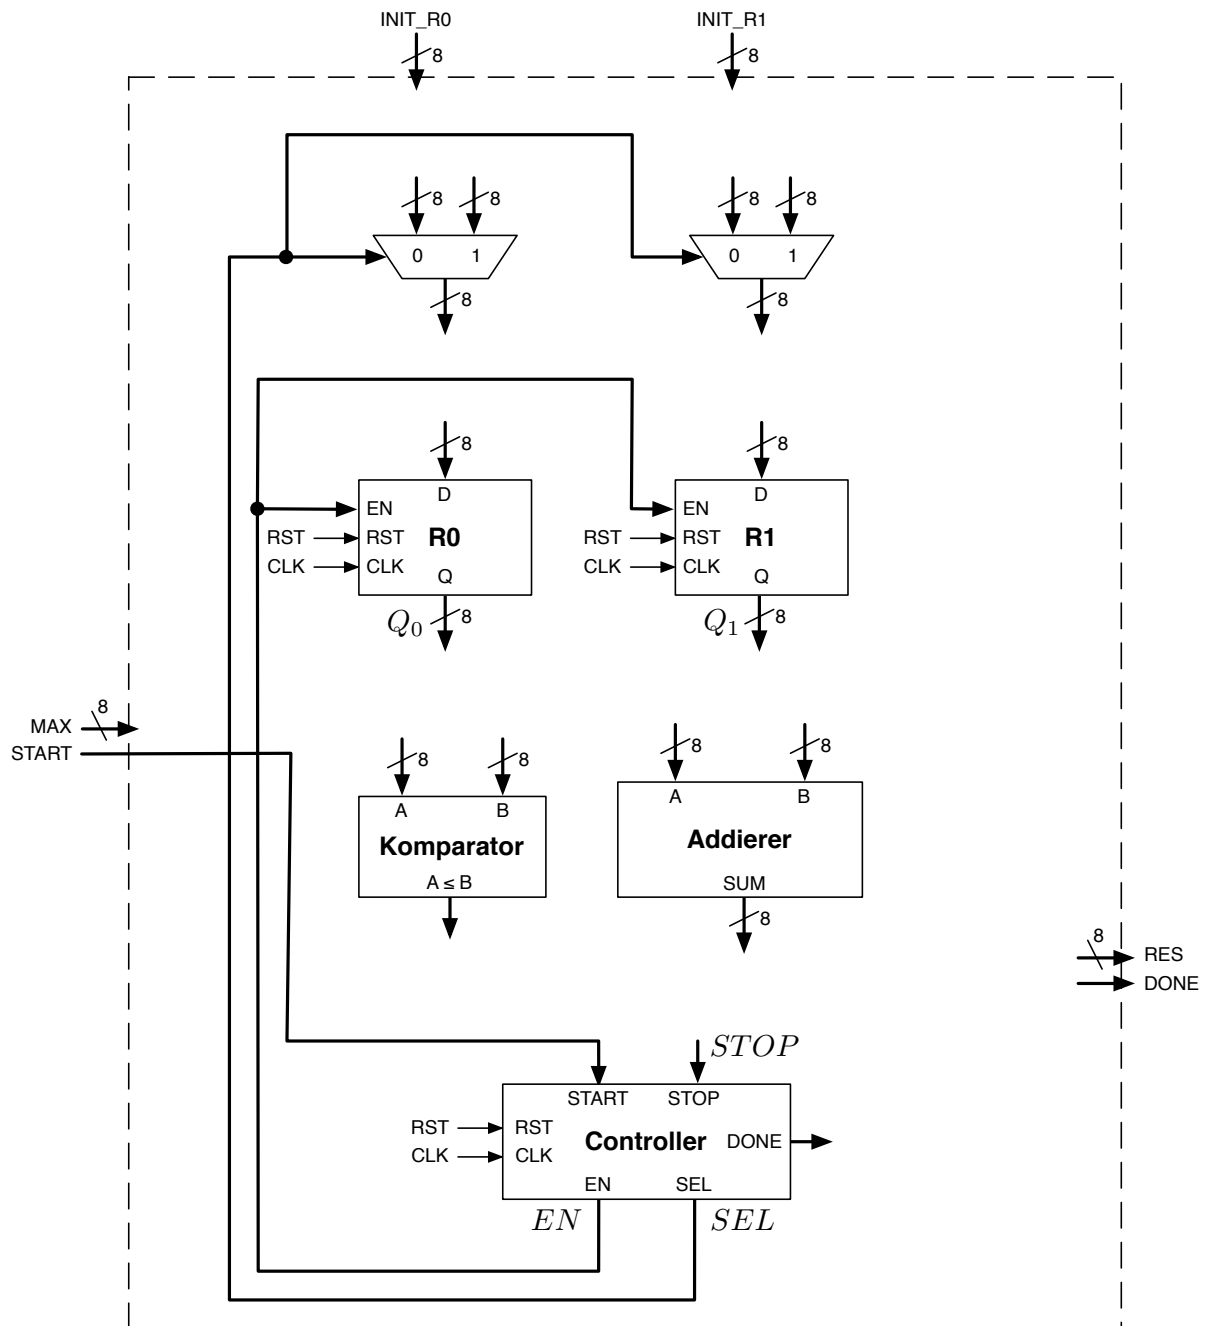

Abbildung 6: Blockschaltbild des Fibonacci-Generators
Abbildung 6 zeigt die Komponenten und einen Teil der Signale einer Schaltung zur Generierung der Fibonacci-Folge
- (b) Vervollständigen Sie den Automatengraphen des Controllers, indem Sie die Ausgangssignale in den Zuständen beschriften, so dass der Automat den Datenpfad aus Abbildung 6 korrekt steuert. Verwenden Sie für Ausgänge, deren Wert in einem Zustand irrelevant ist, das Symbol 'X'.